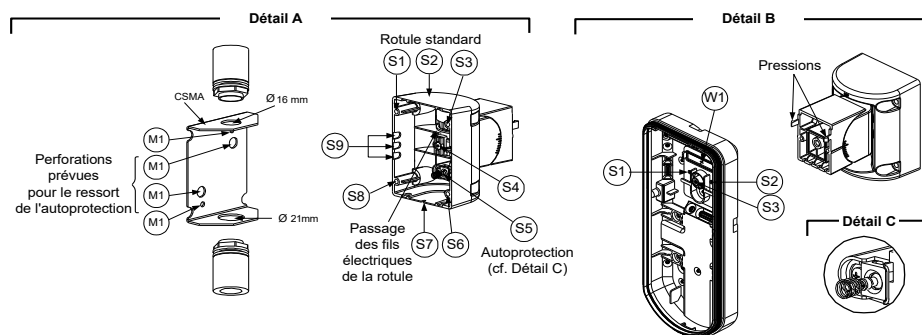

Figure 7
3. Percez les entrées pré-perçées du socle externe (Figure 7, Détail B)
4. Retirez de la rotule la pastille requise pour son branchement électrique S2, S7 ou S9 (Figure 7, Détail A).
5. Retirez l'autoprotection arrière du socle interne (cf. § "Changement de position de l'Autoprotection arrière") et reliez-la au point S5 (Figure 7, Détail A) de la rotule standard.
- a. Introduisez les fils électriques externes à travers les pastilles pré-perçées S2, S7 ou S9 et faites-les ressortir (y compris les fils de l'autoprotection) par le passage de la rotule prévu à cet effet (Figure 7, Détail B).
(à l'aide de l'adaptateur rotule métallique pour conduit - CSMA) (Figure 7, Détail A)
- Insérez les câbles externes et les fils électriques de l'autoprotection en partant du conduit et en passant par le passage de la rotule prévu à cet effet (Figure 7, Détail A).
Le ressort de l'autoprotection S5 (figure 7) doit toucher le mur à travers les entrées prévues à cet effet M2 ou M3 dans le CSMA. Assurez-vous d'entendre un "clac" venant de l'autoprotection lorsque vous l'accrochez au mur.
- Insérez les fils électriques de l'autoprotection ainsi que les câbles externes en partant de la rotule standard et en passant par la pastille pré-percée W1 du socle externe (Figure 7, Détail B).
9. Fixez le socle externe à la rotule à l'aide de deux vis passant par les pastilles pré-perçées S1 et S2 (Figure 7).
10. Introduisez la vis de fixation d'angle fournie en partant du socle externe et en passant par la pastille pré-perçée S3 de la vis de fixation d'angle, située sur le socle externe, pour atteindre la rotule standard (Figure 7).